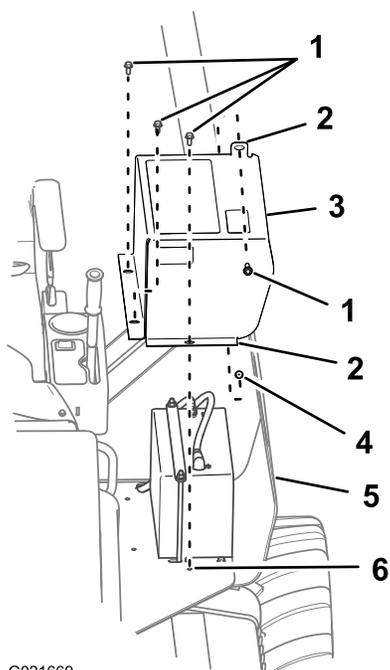

Figure 57
2. Enlevez le boulon qui fixe le couvercle de la batterie à la plaque du système ROPS (Figure 57).
3. Retirez les 3 boulons qui fixent le couvercle de la batterie à la plate-forme de l'utilisateur, et déposez le couvercle (Figure 57).
1. Alignez les trous des brides de fixation pour le couvercle de la batterie sur les trous dans la plate-forme de l'utilisateur autour de la batterie (Figure 57).
2. Fixez le couvercle de la batterie à la plaque du système ROPS avec un boulon (Figure 57).
3. Fixez le couvercle de la batterie à la plate-forme de l'utilisateur au moyen des 3 boulons retirés précédemment (Figure 57).